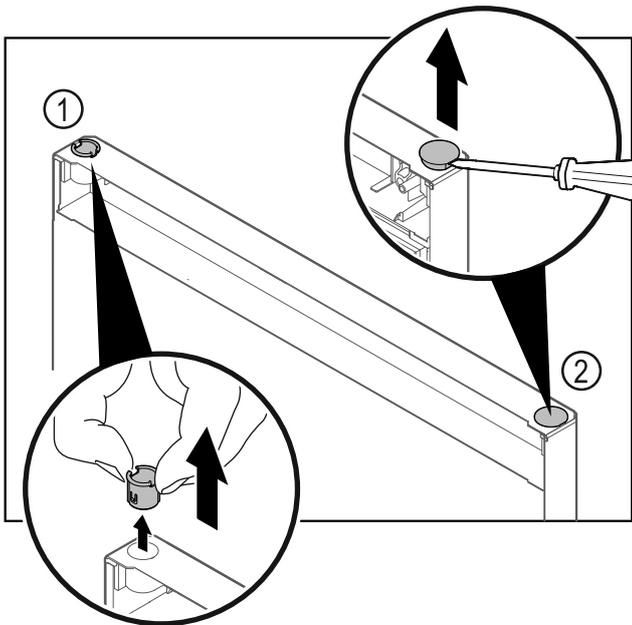

Fig. 40 Πόρτα τμήμα τος κατάψυξης
- ▶ Τραβήξτε έξω την υποδοχή μεντεσέ Fig. 40 (1) με τα δάχτυλα.
- ▶ Ανασηκώστε προσεκτικά την τάπα Fig. 40 (2) με ένα ίσιο κατσαβίδι και τραβήξτε την έξω.